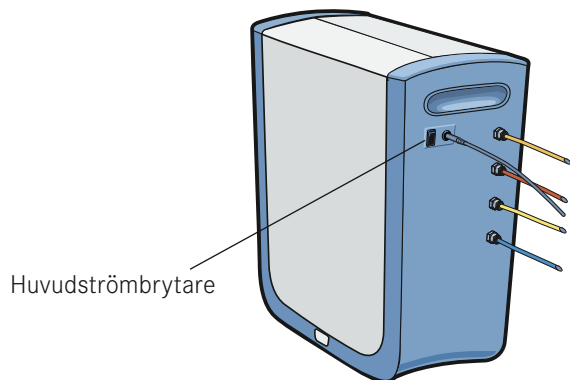

Fig. 19 CLEONE® - huvudströmbrytare
2. Anslut den tunnare 24V ledningen från strömaggregatet till eluttaget på vattenrenaren (ett runt eluttag som är placerat bredvid huvudströmbrytaren) - se fig. 19.
2. Slå på CLEONE® genom att ställa huvudströmbrytaren (se fig. 19) i läge "1" - CLEONE® genomför en spolning av omvänd osmos membranet och systemet i övrigt